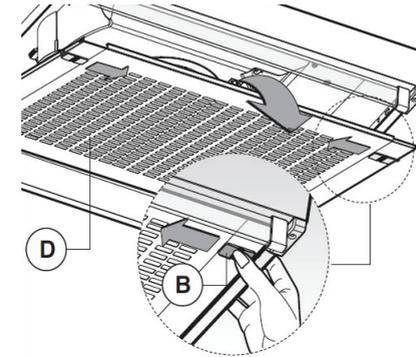

Figure 1
1. Retirez la grille (D) en appuyant sur les boutons de verrouillage (B) situés de part et d'autre de la grille comme indiqué sur la figure 1 ci-dessous.